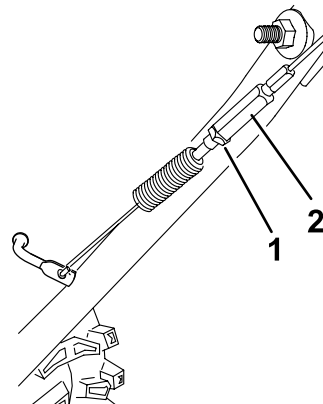

Figure 37
5. Desserrez l'écrou de blocage (Figure 37).
6. Desserrez ou serrez le tendeur pour régler la tension du câble (Figure 37).